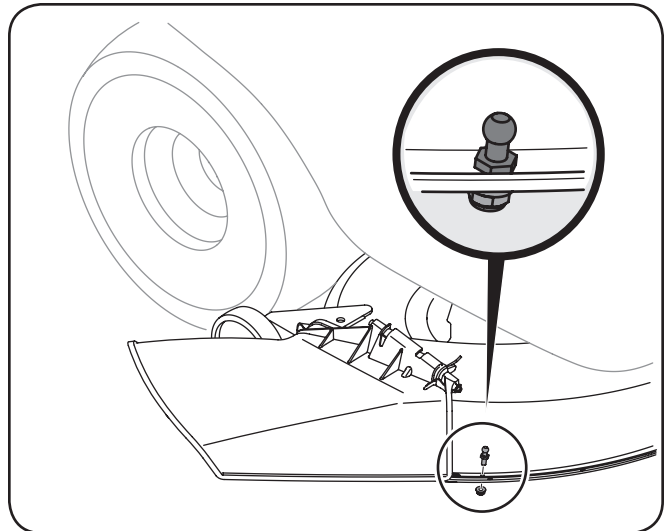

Figure 4-20
- Installez la queue à rotule provenant de votre jeu de montage dans le trou à l'avant de la plate-forme de la tondeuse, comme illustré à la figure 4-20, et fixez-la avec le contre-écrou d'épaulement fourni.